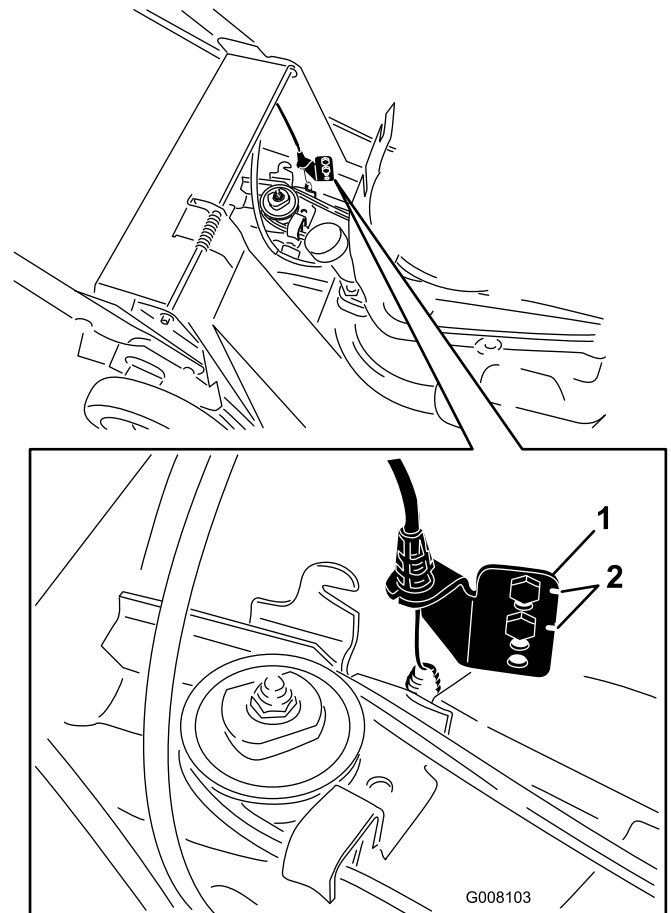

Figura 27
7. Retire los tornillos del soporte de anclaje inferior (Figura 27).
Nota: La cubierta inferior de la correa ha sido retirada en Figura 27 para mayor claridad. No es necesario retirar la cubierta inferior de la correa para realizar este procedimiento.
8. Mueva el soporte de anclaje un taladro hacia arriba (Figura 27).
Nota: Cuando instale una correa nueva, vuelva a colocar el soporte de anclaje inferior a su posición original de fábrica, indicada por las muescas situadas junto a los taladros del soporte (Figura 27).